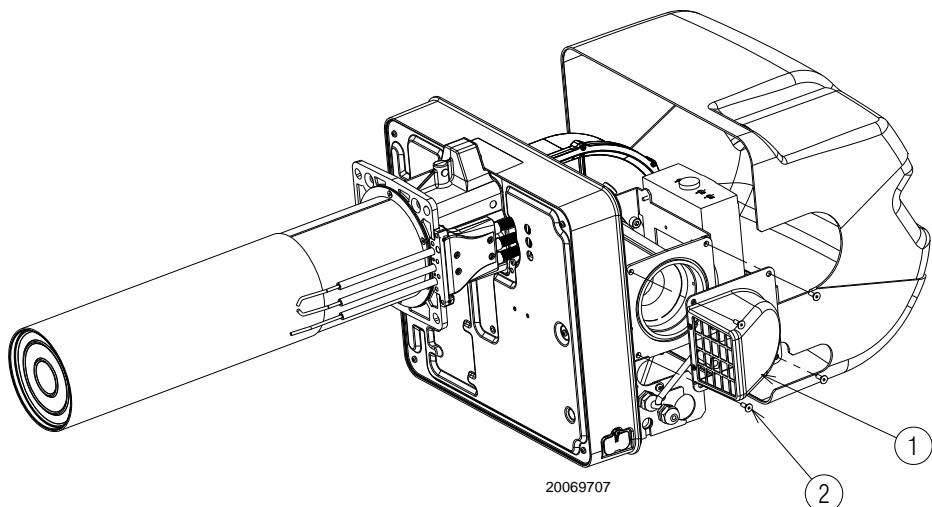
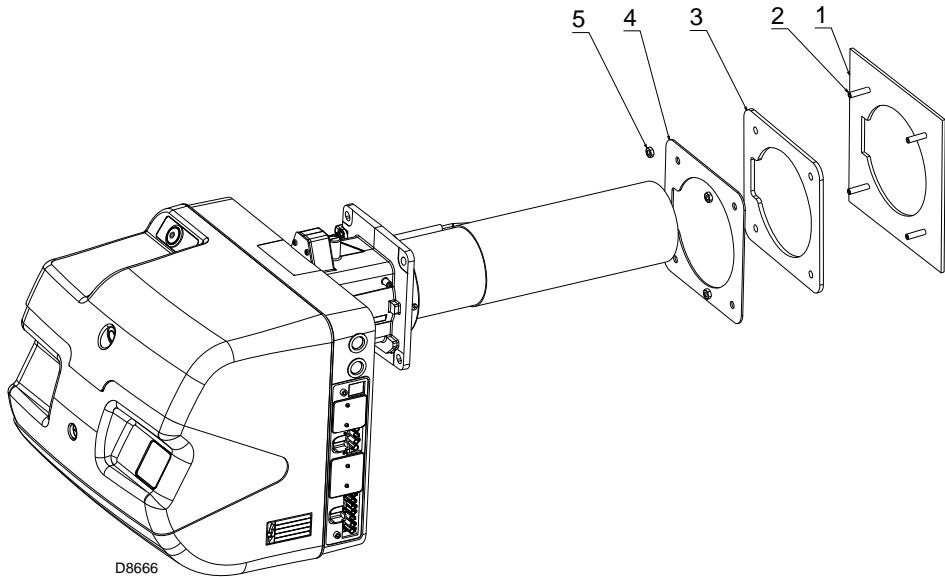

Fig. 17
Fig. 18
- Avvitare i prigionieri 2)(Fig. 18) alla piastra 1).
- Fissare la flangia 2)(Fig. 17) alla piastra della caldaia e avvitare i dadi 5)(Fig. 18).